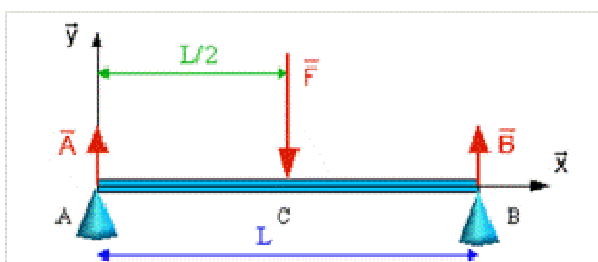

Figure 1: Poutre reposant sur deux appuis
En se référant à la figure ci dessous (figure 1). L'expression de la flèche s'écrit comme suit:
1) Réaliser le montage de la figure 1 puis compléter le tableau suivant: